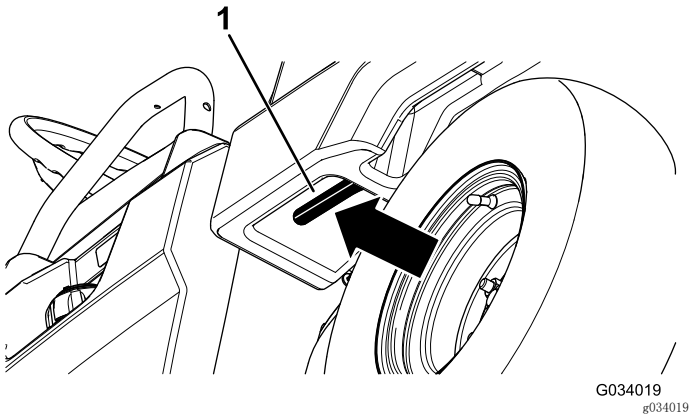

图 7
2. 向左拉操纵杆，使货斗内部朝向您，然后升起货斗（图 7）。